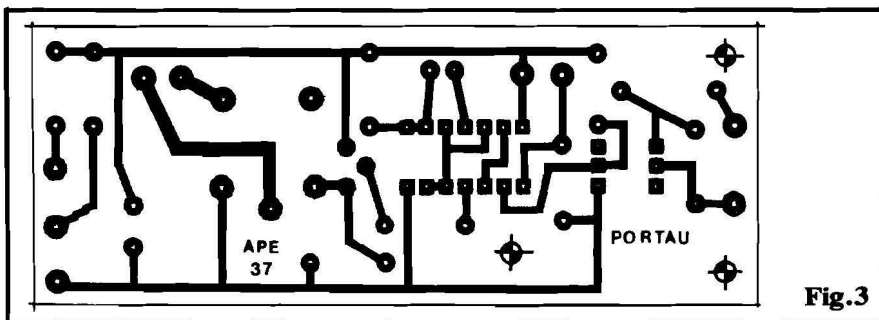

Fig.3
- FIG. 3 - LAY OUT DO CIRCUITO IMPRESSO - Em tamanho natural (escala 1:1), o padrão cobreado da placa é visto na figura, em todos os detalhes de ilhas e pistas... Basta ao Leitor/Hobbysta reproduzir cuidadosamente o **lay out** e providenciar a confecção da sua placa, observando, contudo, todos os preceitos e cuidados exhaustivamente mencionados em APE... O desenho não é complexo, nem muito "apertado", facilitando as "coisas" mesmo para os que ainda não têm muita prática no "ramo"... Os pontos que merecem mais cuidado referem-se aos conjuntos de ilhas para os pi-